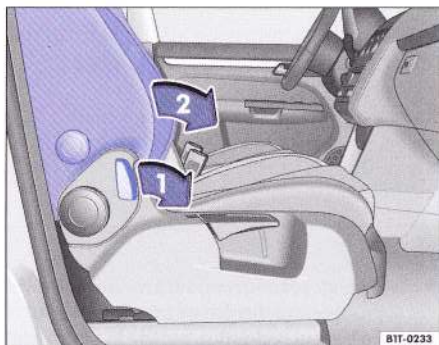

Fig. 55 Imagine de referință: Rabatarea în față a spătarului scaunului pasagerului din dreapta.
– Deblocați spătarul scaunului în sensul indicat de săgeata ⇒ fig. 55 ①.
– Pliăți spătarul scaunului pasagerului din dreapta în față, în poziție orizontală, săgeata ②. La rabatarea spătarului scaunului pasagerului din dreapta atenție ca în zona de șezut să nu se afle niciun obiect care ar putea împiedica fixarea sigură a spătarului scaunului.